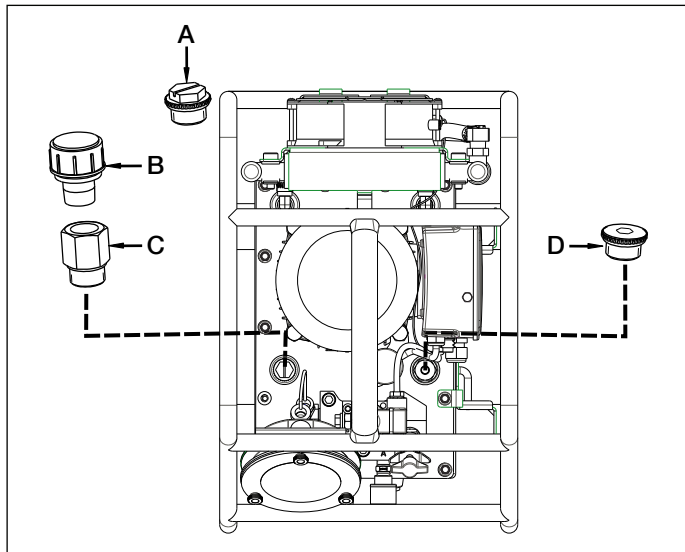
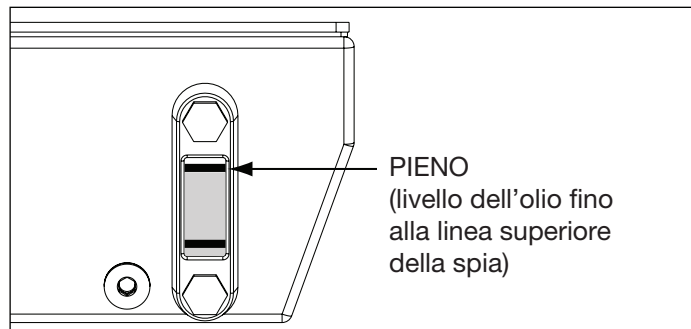

Figura 1, Sfiatoio del serbatoio e tappo di riempimento dell'olio
Figura 2, Spia del livello dell'olio
Vedere la Figura 1. Sul raccordo di aerazione in cima al serbatoio è installato un tappo (A) solo per la spedizione. Prima di usare la pompa, sostituire il tappo di spedizione (A) con lo sfiatoio (B) ed il raccordo adattatore (C).
Controllare il livello dell'olio prima di avviare la pompa. Il serbatoio è pieno quando il livello dell'olio arriva alla linea superiore della spia dell'olio, come mostrato in Figura 2. Se necessario, rimboccare l'olio togliendo il tappo di riempimento (D) dal tubo di riempimento come mostrato in Figura 1. Usare olio Enerpac HF (Grado ISO 32).